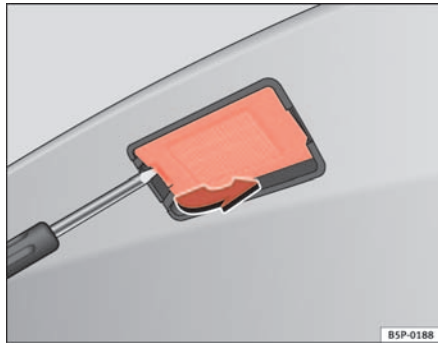

Abb. 190 Kennzeichen-
- Das Lampenglas mit einem Schraubenzieher vorsichtig an der Vertiefung heraushebeln, wie dies der Pfeil darstellt ⇒ Abb. 190.